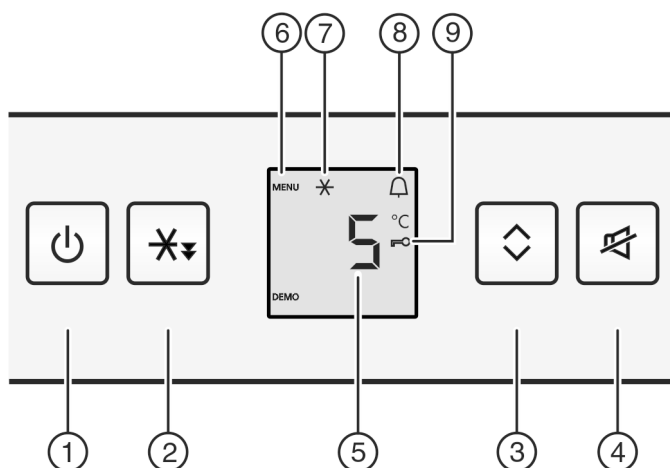

Fig. 2
- ▶ Appuyez sur la touche marche/arrêt Fig. 2 (1).
- ▶ Appuyer sur la touche refroidissement rapide Fig. 2 (2) pendant 5 secondes environ.
- ▷ Le symbole Menu Fig. 2 (6) apparaît dans l'affichage.
- ▶ Confirmer rapidement avec la touche refroidissement rapide Fig. 2 (2).
- ▷ Le symbole Sécurité enfants Fig. 2 (9) s'allume dans l'affichage.
- ▶ Confirmer rapidement avec la touche refroidissement rapide *Fig. 2 (2)*.
- ▶ Appuyer brièvement sur la touche On/Off *Fig. 2 (1)*.
- ▶ Appuyer sur la touche Alarme *Fig. 2 (4)*.